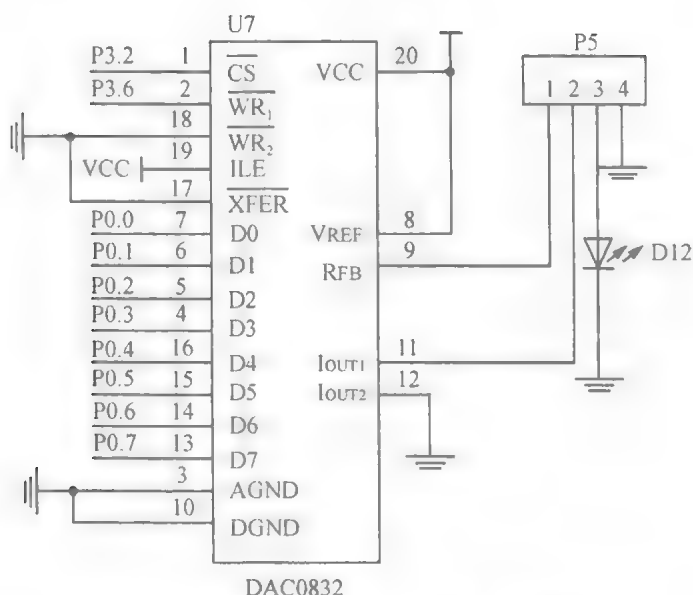

图 8.9 DAC0832 在 YL51 开发板上的连接图
(3) 直通工作方式。当 DAC0832 芯片的片选信号、写信号及传送控制信号的引脚全部接地，允许输入锁存信号 \overline{ILE} 引脚接 +5 V 时，DAC0832 芯片就处于直通工作方式。数字一旦输入，就直接进入 DAC 寄存器，进行 D/A 转换。YL51 开发板采用的就是这种连接方式，其与单片机的连接如图 8.9 所示。